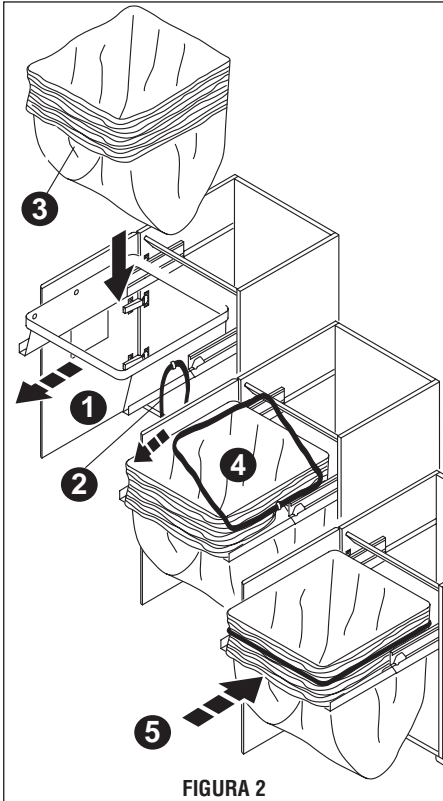

FIGURA 2
FIGURA 2. Introduzca la bolsa de plástico adjunta en el receptáculo deslizante para residuos. Primero, deslice hacia afuera el receptáculo para residuos (1) y quite la correa roja redonda (2). Enrosque la parte superior de la bolsa varias veces (3), introduzca la bolsa de plástico en el receptáculo para residuos y ajuste con la correa redonda (4). Empuje el receptáculo para residuos hacia adentro del mueble y cierre la puerta del mueble (5).